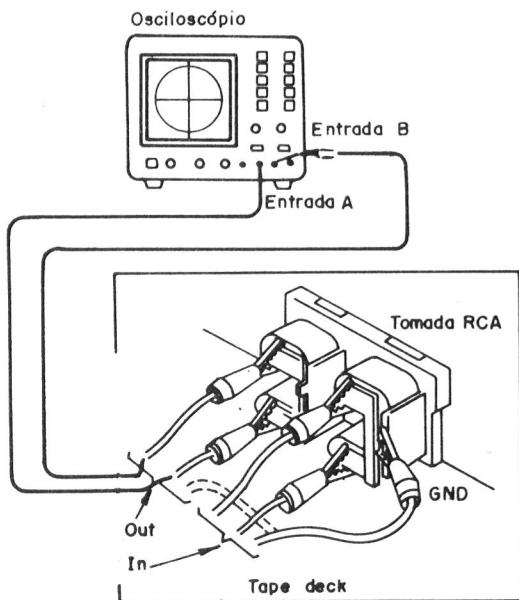

FIGURA 16
b) O osciloscópio deve ser acoplado na saída do Tape Deck (**figura 16**).